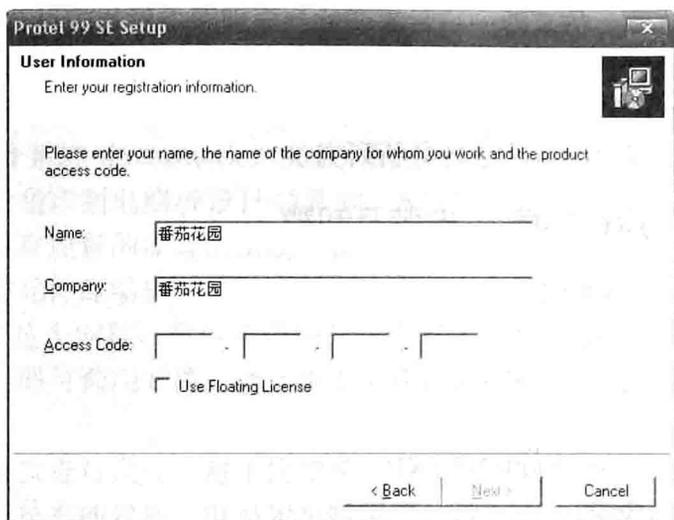

图 1-2 输入安装序列号对话框
② 单击“Next”按钮弹出如图 1-2 所示的对话框。在“Name”（名称）栏输入用户的名称，在“Company”（公司）栏输入公司名称，在“Access Code”（使用权代码）栏输入安装序列号。